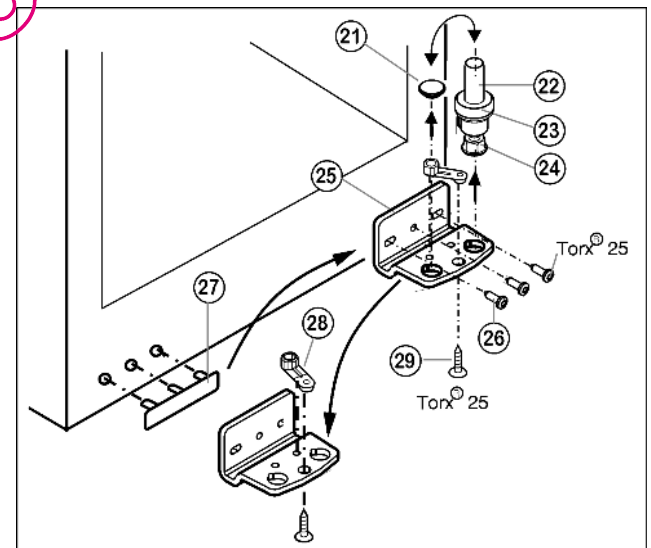

Fig. 4
- ▶ Retirer le pivot Fig. 4 (22) complètement avec le disque Fig. 4 (23) et le pied réglable Fig. 4 (24) par le haut.
- ▶ Enlever le bouchon Fig. 4 (21).
- ▶ Dévisser Fig. 4 (25) le support d'appui Fig. 4 (26).
- ▶ Dévisser l'élément pivotant Fig. 4 (28) et le permuter dans le trou opposé du support d'appui.
- ▶ Soulever le cache côté poignée Fig. 4 (27) avec précaution et le positionner sur le côté opposé.
- ▶ Revisser à fond le support d'appui Fig. 4 (25) sur le nouveau côté charnière en utilisant une visseuse sans fil si nécessaire, avec un couple de serrage de 4 Nm.
- ▶ Replacer le bouchon Fig. 4 (21) dans l'autre trou.
- ▶ Replacer complètement le pivot Fig. 4 (22) avec le disque et le pied réglable. Faire attention à ce que les ergots d'encliquetage soient tournés vers l'arrière.
- ▶ Placer la porte par le haut sur le pivot inférieur Fig. 4 (22).
- ▶ Aligner éventuellement la porte par rapport aux deux trous oblongs du support d'appui inférieur Fig. 4 (25) pour qu'elle affleure avec l'habillage de l'appareil. Pour cela, dévisser la vis centrale.